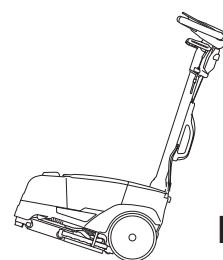

Fig.7
- Incline el mango de manera que quede perpendicular a la máquina. Pliegue la máquina hacia atrás (Fig. 7), transporte la máquina en la dirección deseada.